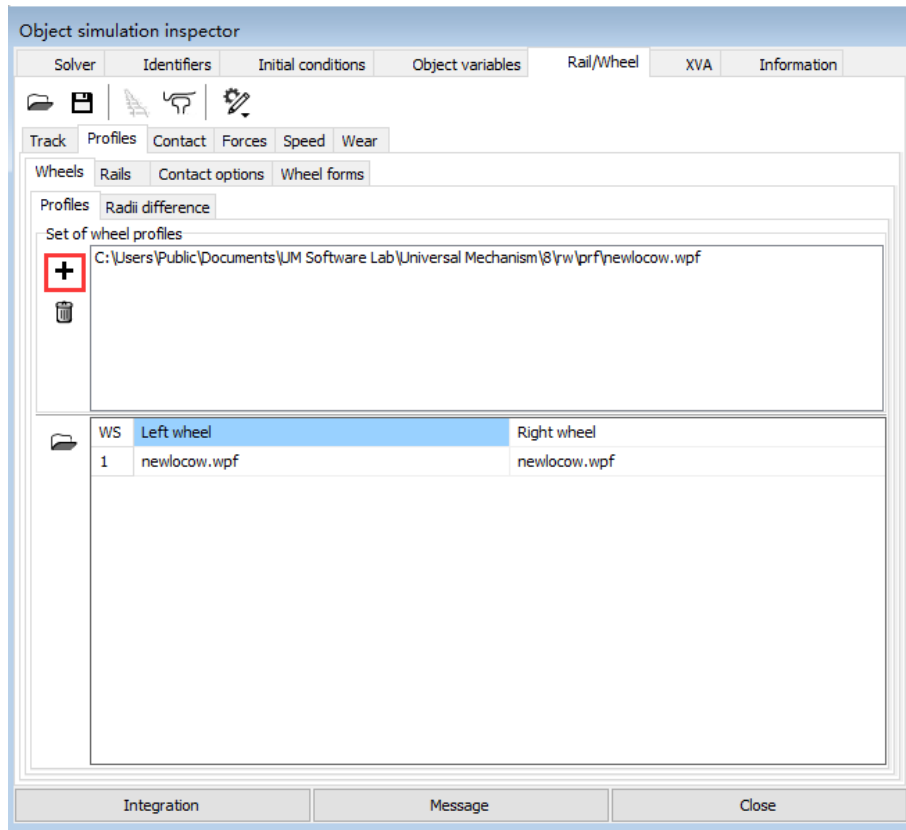

图 1.3 添加车轮型面
5. 切换到 **Profiles | Wheels | Profiles** 页面，如图 1.3 所示。